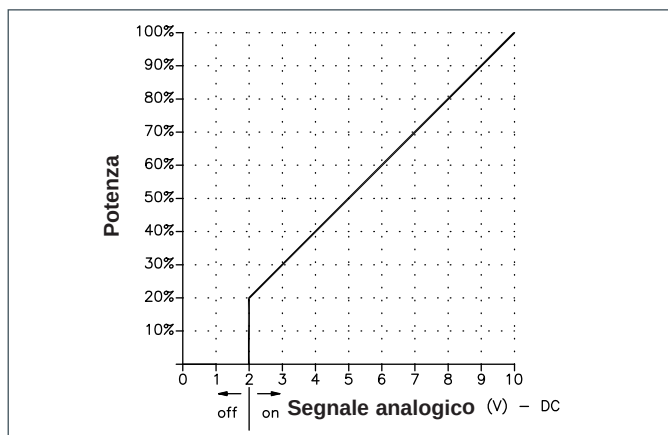

Fig. 24 Controllo della potenza tramite segnale analogico Gas 310 ECO (0-10 Volt)
**In base alla potenza (Gas 310 ECO)** (dal 20 al 100%). Impostare il valore [X] del parametro [A] d'impostazione del comando della caldaia su [5] (vedi fig. 24).